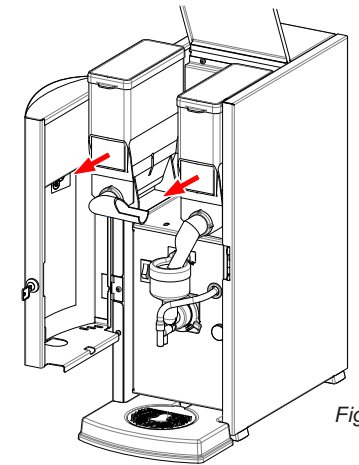

Fig. 25
1. Neem de canister(s) naar voren uit het apparaat (fig. 25).